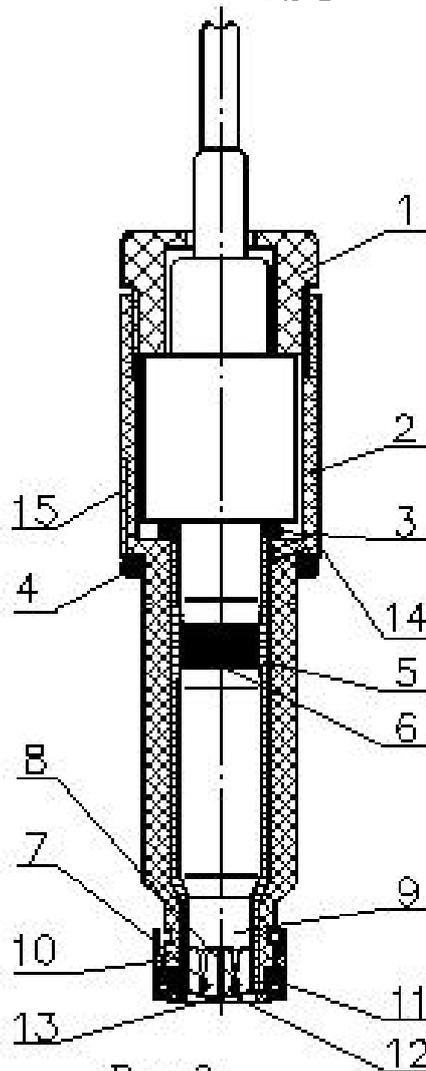

Рис. 3.
12.1.2. Отвинтить гайку 1 (см. рис. 3) и вынуть электролитическую ячейку.
**ВНИМАНИЕ!** При работе или длительном хранении АС с раствором электролита (более 1 года) могут возникнуть трудности с разборкой АС из-за высыхания и кристаллизации солей раствора электролита в корпусе АС. В этом случае необходимо открутить гайку 1 (см. рис. 3) и с помощью шприца залить 1 мл дистиллированной воды в верхнюю часть корпуса 2. Через 2 – 6 часов амперометрический сенсор можно достать из корпуса не прикладывая усилий.
12.4.2. Вылить раствор электролита из корпуса 2 (см. рис. 3), промыть дистиллированной водой и тщательно просушить корпус.